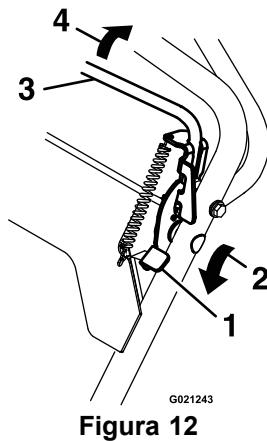

Figura 12
2. Empuje la palanca de bloqueo de la barra de control de las cuchillas hacia adelante para liberar la barra de control de las cuchillas (Figura 12).